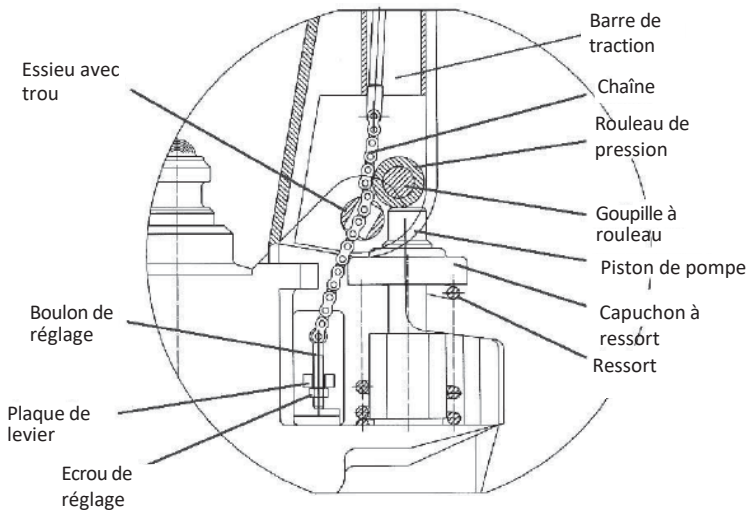

Fig. 3
- Placez le levier de commande de la poignée sur la position "Bas", puis passez l'écrou de réglage, le boulon de réglage dans le trou de l'essieu avec votre main (Fig. 3).